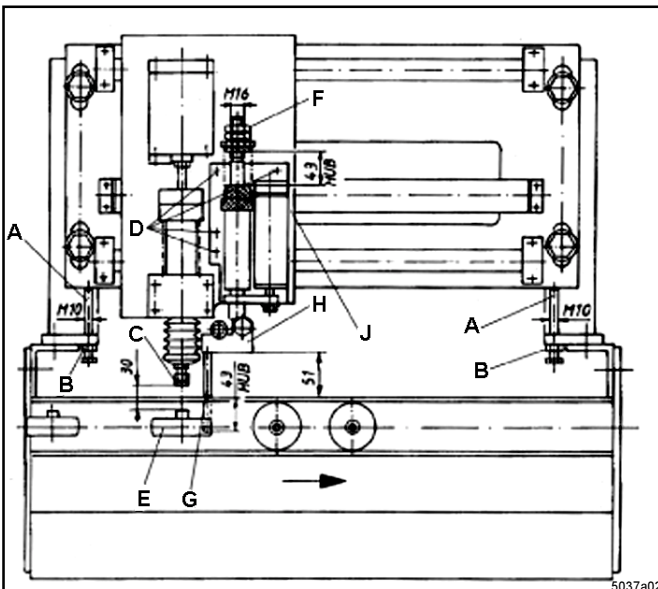
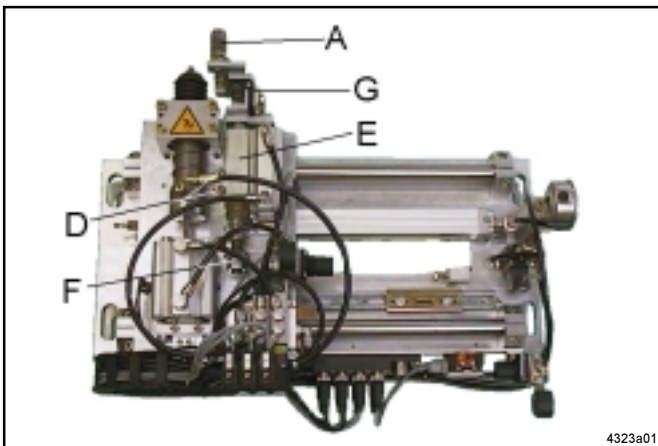

Abb. 7:- Höhereinstellung
Abb. 8:- Einstellung des Abstandes Mitnehmer - Schmierkopf
Einstellung der Höhenposition nach Abb. 7 vornehmen:
- Die Höhenposition durch Verdrehen der 2 Schrauben M10 x 90 (Abb. 7, Pos. A) und anschliessendem fixieren mit den 2 Muttern M 10 (Abb. 7, Pos. B) einstellen
- Die Höhenposition so einstellen, dass der Abstand zwischen der Oberfläche des COBRA-Mundstuecks (Abb. 7, Pos. C) und dem Schmiernippel der zu schmierenden Rolle (Abb. 7, Pos. E) 30 -5 mm betraegt
Einstellung des Mitnehmerhubs nach Abb. 7 und Abb. 8 vornehmen:
- Mitnehmerhub durch Verdrehen der 2 Muttern M 16 (Abb. 7 u. 8, Pos. F) und anschliessendem Kontern dieser Muttern einstellen
Beachte: in Ruhestellung des Mitnehmers muss das Maß 51±1 nach Abb.7 eingehalten werden, um eine sichere Funktion der sollbruchstelle zu gewährleisten (siehe auch Punkt 3.5)
- 4 Schrauben M 8 (Abb. 7 u. 8, Pos. D) lösen
- Mitnehmer von Hand oder mit Ventil-Handbetaetigung (siehe Punkt 5.2.1) ausfahren und gleichzeitig den Schlitten (Abb. 7, Pos. J) von Hand so verschieben, daß die Mitnehmerstifte (Abb. 7, Pos. G) fest an der Kettenführungsrolle (Abb. 7, Pos. E) anliegen
- Den Mitnehmer (Abb. 7, Pos. H) auf dem Schlitten (Abb. 7, Pos. J) so verschieben, dass beim Anliegen der Mitnehmerstifte an der Kettenführungsrolle die Schmierkopfmittelachse auf einer Linie mit der Schmiernippelmittelachse liegt
- * 4 Schrauben D, Bild 7 (M 8 x 18) festziehen.
<ul style="list-style-type: none"> • Abstand zwischen COBRA und Rollen- bzw. Kettenband nicht korrekt. • Mitnehmerhub falsch eingestellt 	<ul style="list-style-type: none"> * Montageposition der COBRA nach Punkt 4.1 überprüfen und gegebenenfalls korrigieren. * Einstellung des Mitnehmers nach Punkt 5.1., Abb. 7 und 8 überprüfen und gegebenenfalls korrigieren.